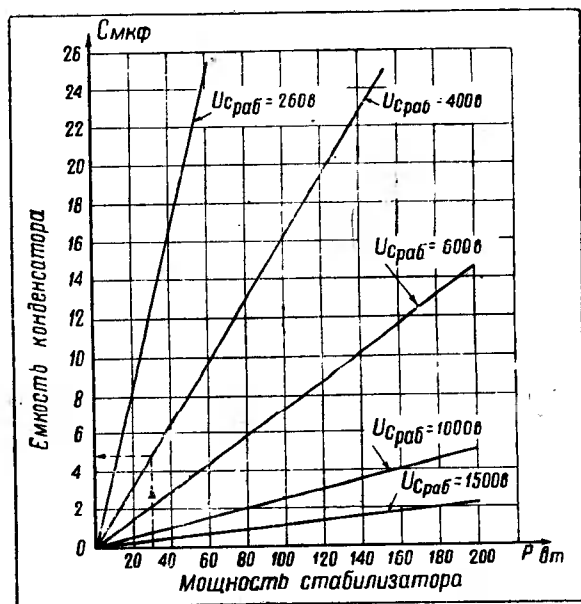
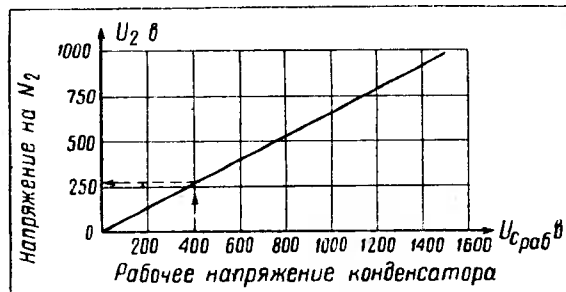
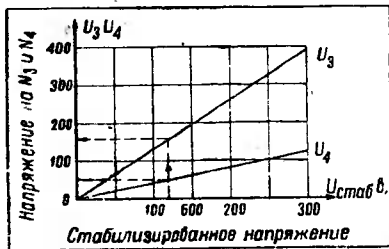

Рис. 4
Рис. 5
Рис. 6
Емкость конденсатора определяется по графику рис. 4, а напряжение на обмотке N_2 — по графику рис. 5.
4. Из кривых рис. 6 по напряжению на нагрузке определяем напряжение на обмотках N_3 и N_4 .
По графику рис. 4 определяем емкость конденсаторов для рабочего напряжения 400 в:
Затем определяем напряжение на всех обмотках: $U_1 = 120 \text{ в}$, из графика рис. 6 $U_2 = 260 \text{ в}$, из графика рис. 5 $U_3 = 16 \text{ в}$, $U_4 = 48 \text{ в}$.